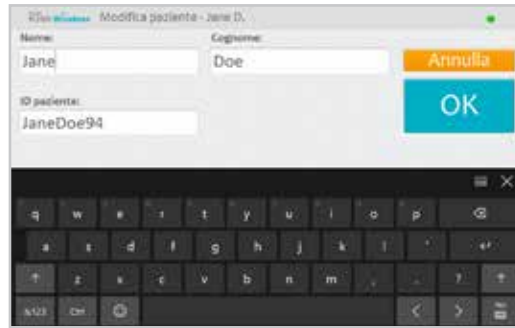

Figura 8-38 - Finestra di modifica paziente
2. Si apre la finestra di modifica paziente (Figura 8-38).